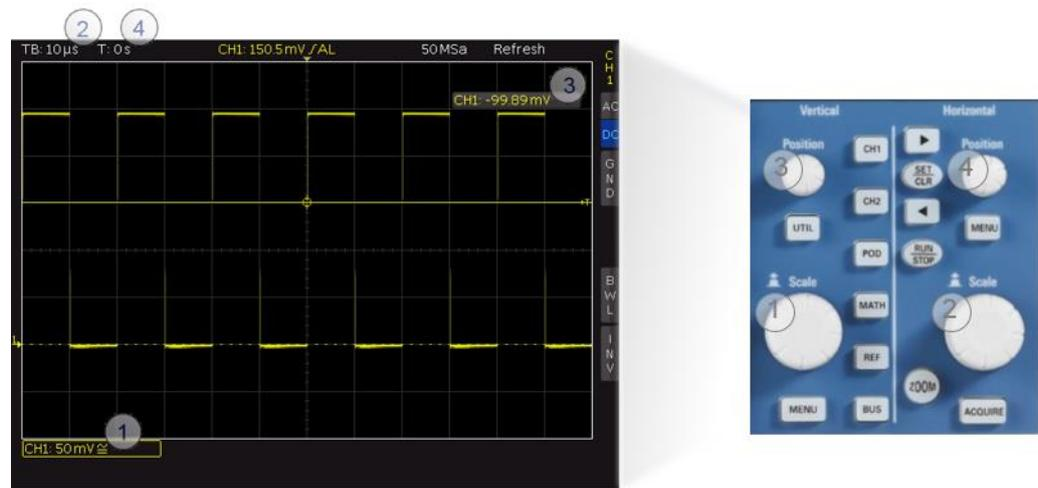

Abbildung 2: Grundeinstellungen des horizontalen und vertikalen Systems
Das Display des RTC1000 ist horizontal und vertikal in 12 beziehungsweise 8 Einheiten aufgeteilt. Dies dient einerseits der schnellen visuellen Abschätzung von Messwerten und andererseits der Skalierung der Achsen. Mit Hilfe von Abbildung 2 soll eine Einführung in die Funktion des horizontalen und vertikalen Systems gegeben werden.
Die Skalierung lässt sich für das vertikale System mit Hilfe des großen Drehknopfes mit der Überschrift *VOLTS/DIV* (① Abbildung 2 rechts) einstellen. Die zugehörige vertikale Skalierung wird im Display links unterhalb des Signals für jeden aktiven Kanal angezeigt. 50 mV bedeuten beispielsweise, dass die Höhe eines Kästchens 50 mV1
Die Zeitbasis wird ganz ähnlich durch den Drehknopf *TIME/DIV* (② Abbildung 2 rechts) eingestellt. Im Beispiel von Abbildung 2 entsprechen  $10\ \mu\text{s}$  der Länge eines Kästchens. Insgesamt wird das Signal also über eine Zeit von  $10\ \mu\text{s} * 12 = 120\ \mu\text{s}$  dargestellt. Im Gegensatz zur Skalierung der Amplitude gilt diese Einstellung für alle Kanäle. Die Räder mit der Überschrift *POSITION* stellen den jeweiligen Offset für vertikales und horizontales System ein.